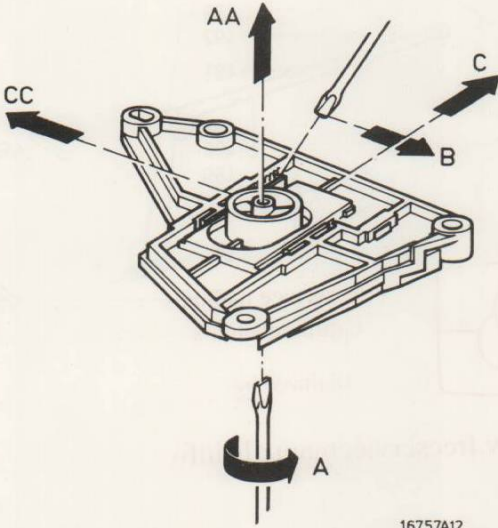

Fig. 6
- Falls das Band bei der Tonwelle nach oben oder nach unten geht, muss die Tonwelle mit B auf dem Schwungradlager (Abb. 6) senkrecht eingestellt werden.
- Das Schwungradspiel muss fühlbar sein aber darf nicht mehr als 0,3 mm betragen. Einstellen mit A (Abb. 6).